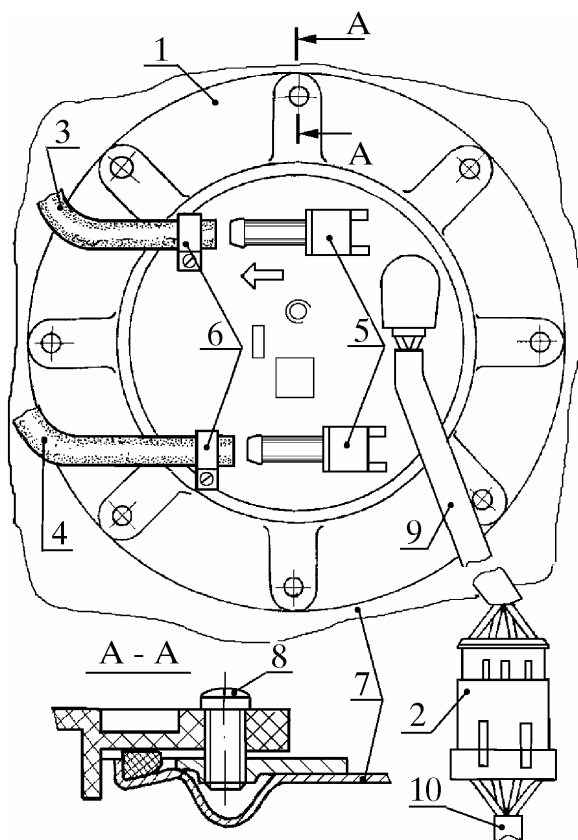

Рис. 5. Снятие модуля из топливного бака и разъединение топливных шлангов:
5.8. Снять модуль 1 (рис.5) погружного электробензонасоса